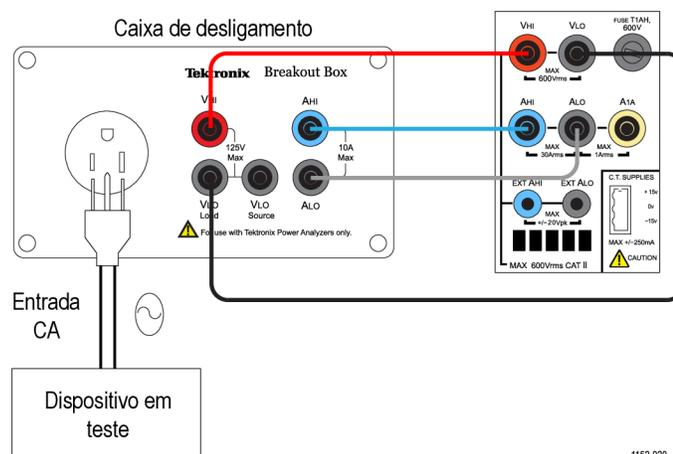

Figura 58: Diagrama de fiação de medição de corrente de partida
- Conecte o DUT usando uma Caixa de desligamento Tekronix (BB1000) conforme mostrado no diagrama de fiação. (Consulte a figura 58.)